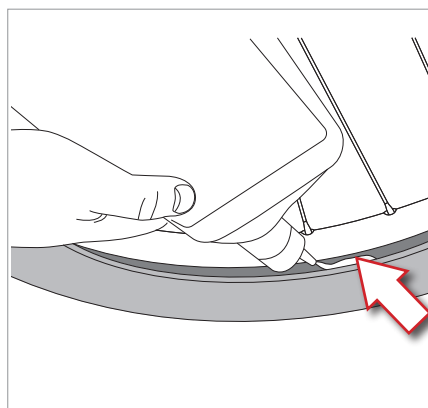

Fig.19
- Se non avete una siringa, fate stallonare un lato dello pneumatico, versate il liquido introducendo la quantità suggerita dal costruttore del liquido e riposizionate il tallone nel canale centrale del cerchio (Fig. 19).